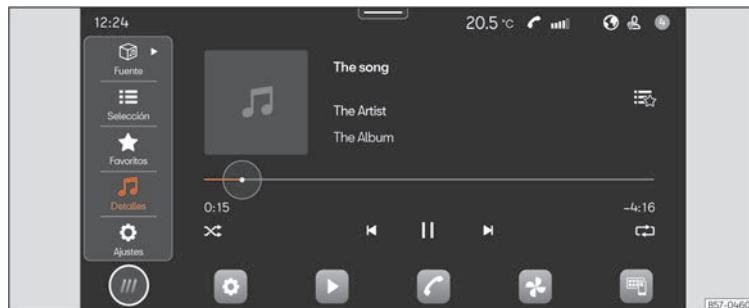

Fig. 163 Representación esquemática: Vista Multimedia.
- Pulse **HOME** > ► >>> **fig. 163**.